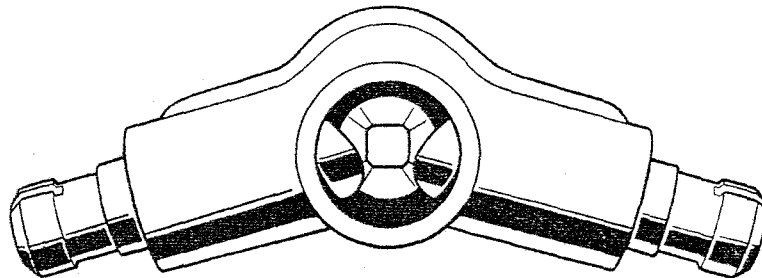

Fig. H-17—Pitones que hacen juego montados en los orificios incorrectos, tipo primitivo.
- (c) Dos pitones introducidos en un solo alojamiento (Fig. H-17).